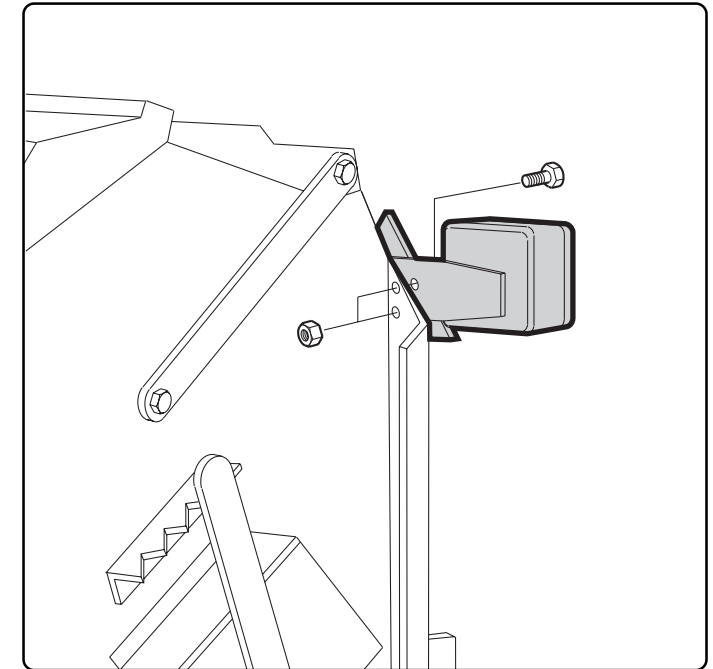

Fig. 8
5) Fissaggio del gruppo di segnalazione ottica posteriore (Fig. 8).
5) Fasten the rear indicator light units (Fig. 8).
5) Fixation du groupe de signalisation optique arrière (Fig. 8).
5) Ensamblaje del grupo de señalización posterior (fig. 8).